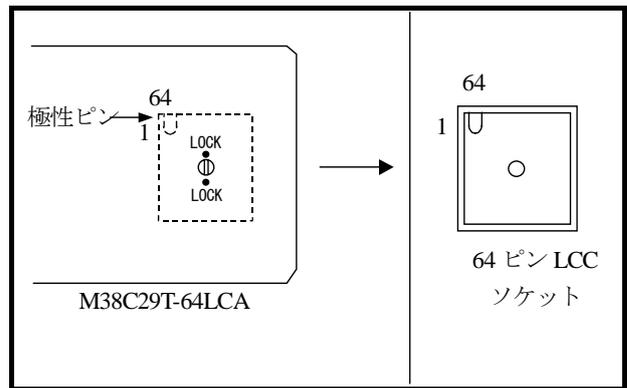

図4 ユーザシステムへの接続
- (1) LCCソケットリリース用ネジの位置を図4のように基板上的「LOCK」の位置にあわせませす。ネジは「カチッ」と音がするまで回しきってください。
- (2) M38C29T-64LCAの64ピンヘッダと64ピンLCCソケットの極性を合わせて装着します。
- (3) 64ピンヘッダと64ピンLCCソケットの挿抜寿命回数は50回程度です。